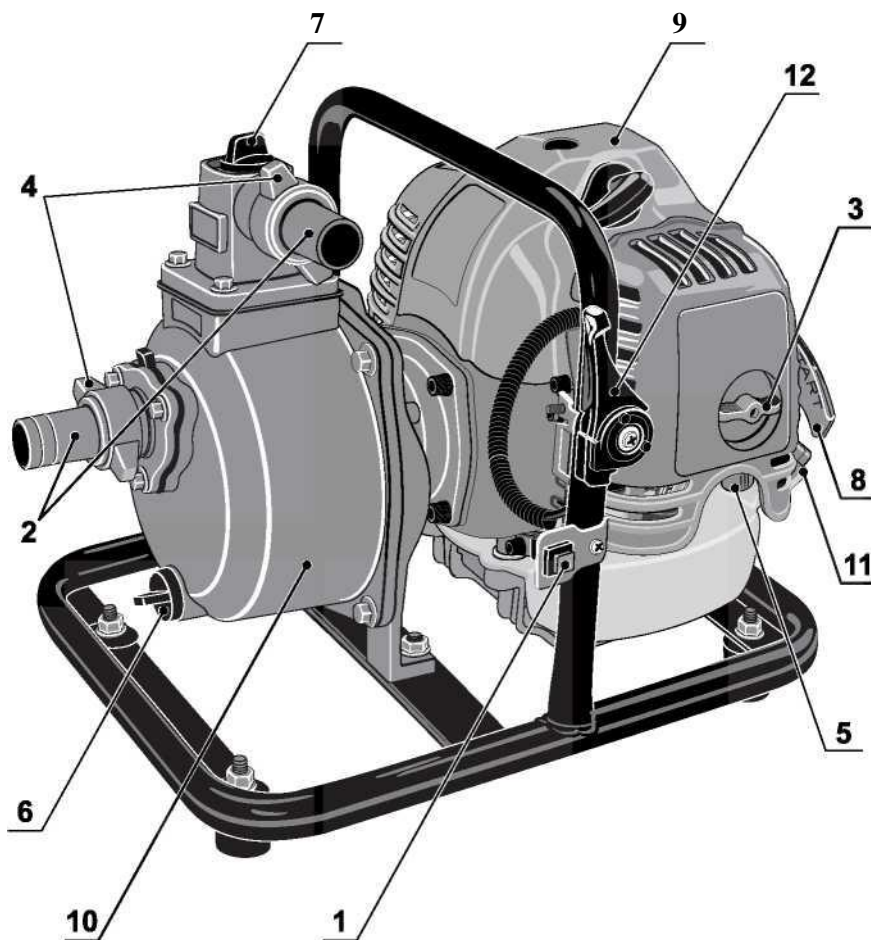

Рис. 1
5. ОСНОВНЫЕ ЧАСТИ И УЗЛЫ (рис. 1)
8.1. Пуск двигателя (рис.1)